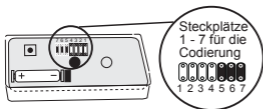

Abb. 5
4.) Lösen Sie die Klebebänder an den Seiten des wasserabweisenden Kunststoff-Blisters und nehmen Sie die obere Schale ab. Sie können mit den sieben Steckplätzen 128 unterschiedliche Codes generieren (Abb. 5), indem Sie an beliebiger Stelle eine Überbrückung aufstecken oder wegnehmen. Nehmen Sie dann die gleiche Einstellung an Ihrem vorhandenen Funk-Gong vor. Möchten Sie Ihr Funkgong-Funktaster-System umstellen, wird empfohlen, nur einen Steckplatz zur Zeit umzustellen und danach das System auf Funktion zu prüfen.